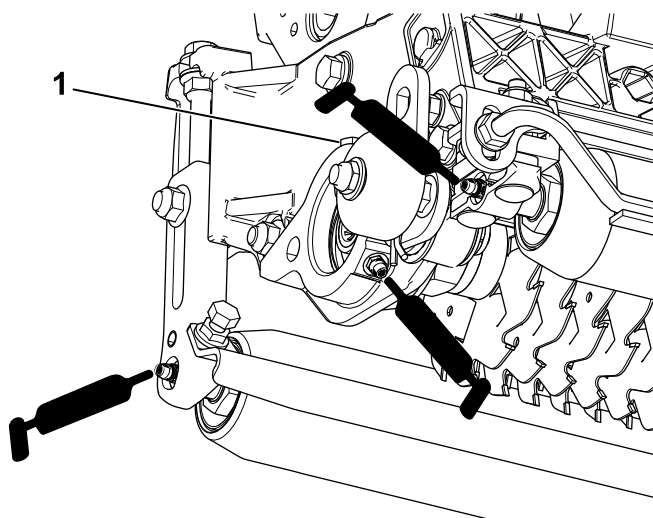

Figura 12
Montate il motore dei cilindri e ingrassate la piastra laterale fino a quando il grasso in eccesso non fuoriesce dalla valvola di sfogo (Figura 12).
Ogni verticutter è dotato di 5 raccordi per ingrassaggio (Figura 12) che devono essere lubrificati a intervalli settimanali con grasso universale n. 2 a base di litio.
2. Applicare il grasso fino a quando non vedete uscire grasso pulito dalle guarnizioni dei rulli e dalla valvola di sfogo dei cuscinetti (Figura 12).